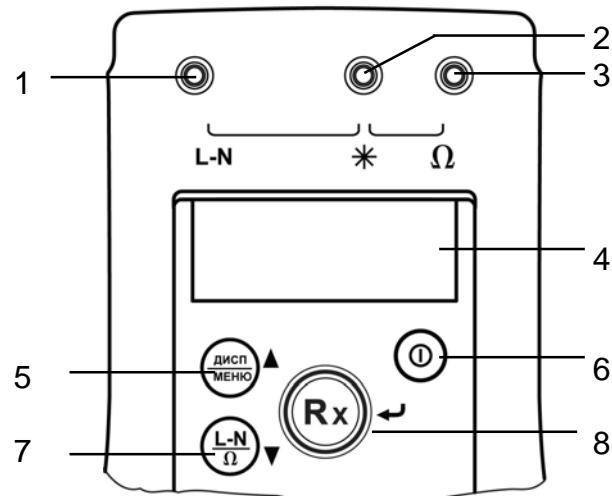
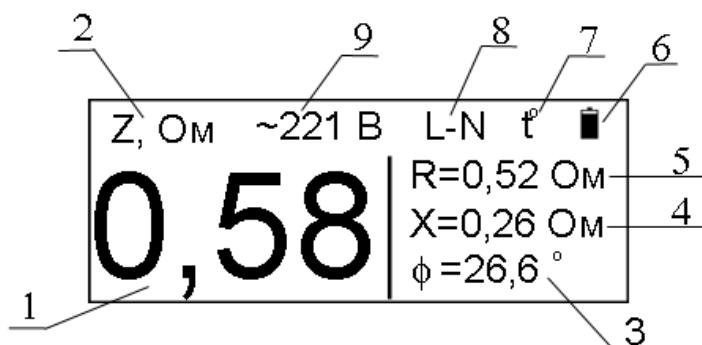
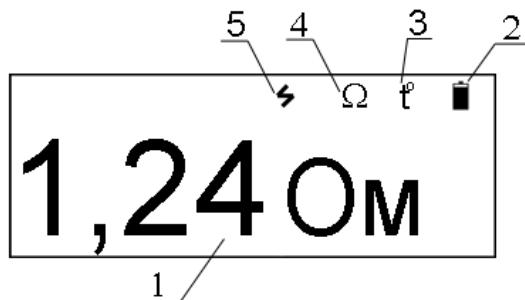
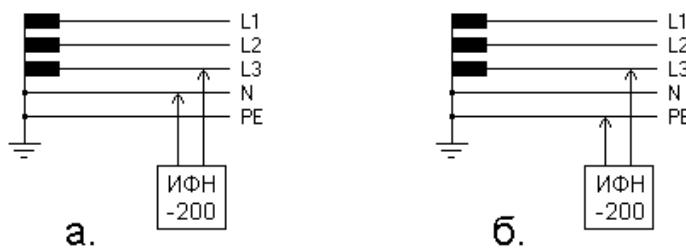

Рисунок 1.4.2 - Передняя панель
Рисунок 1.4.3 - Вид индикатора в режиме «фаза-нуль». Режим дисплея - полный.
Рисунок 1.4.5 - Вид индикатора в режиме «Омметр».
Рисунок 2.3.1
Включение и выключение прибора осуществляется нажатием кнопки «» (см. рисунок 1.4.2 позиция 3). После включения прибор производит восстановление режима работы и настроек, активных на момент последнего выключения.
Степень заряженности аккумулятора отображается на индикаторе условным символом в виде батарейки и определяется по величине её зачернённости (см. рисунок 1.4.3 символ 6). Символ «» соответствует полностью заряженной батареи, «» - разряженной.
Выбор режима «фаза-нуль» (измерение параметров петли «фаза-нуль») осуществляется нажатием кнопки «L-N/Ω/▼». При этом на индикаторе прибора отображается символ «L-N» (см. рисунок 1.4.3, символ 8).
Кабели измерительные должны быть соединены с прибором через гнезда «*» и «L-N» (см. рисунок 1.4.2). Свободные концы кабелей измерительных подключаются к исследуемой цепи «фаза-нуль» (см. рисунок 2.3.1.а, 2.3.1.б), параметры которой подлежат определению. При этом на индикаторе прибора индицируется действующее напряжение петли «фаза-нуль» (U) (см. рисунок 1.4.3, символ 9).
Для проведения измерения следует нажать кнопку «Rx/⌚» (см. рисунок 1.4.2). При этом прибор производит проверку целостности цепи петли «фаза-нуль» малым током, не допуская работу с цепями сопротивлением более 1 кОм (о чем свидетельствует сообщение «Цепь повреждена!» на индикаторе прибора), после чего производит измерение.
В приборе имеется защита от перегрева измерительного резистора 10 Ом. Если его температура превысила верхний допустимый порог, на индикаторе высвечивается мигающий символ (см. рисунок 1.4.3 символ 7) и следующее измерение может быть произведено только после снижения его температуры до рабочей (исчезнет символ 7, рисунок 1.4.3).
Выбор режима «омметр» (измерение сопротивления постоянному току) осуществляется нажатием кнопки «L-N/Ω/▼». При этом на индикаторе прибора отображается символ « Ω » (см. рисунок 1.4.5, символ 4).
Кабели измерительные должны быть соединены с прибором через гнезда «*» и « Ω » (см. рисунок 1.4.2). Свободные концы кабелей измерительных подключаются к цепи, сопротивление которой подлежит измерению. Если на этом участке цепи присутствует напряжение амплитудой более 0,5 В, измерение не может быть произведено, о чем сигнализирует соответствующий символ (см. рисунок 1.4.5 символ 5).
Для проведения измерения следует нажать кнопку «Rx/⌚» (см. рисунок 1.4.2). Результат измерения, с учетом сопротивления кабелей измерительных, индицируется на индикаторе (см. рисунок 1.4.5 символ 1).